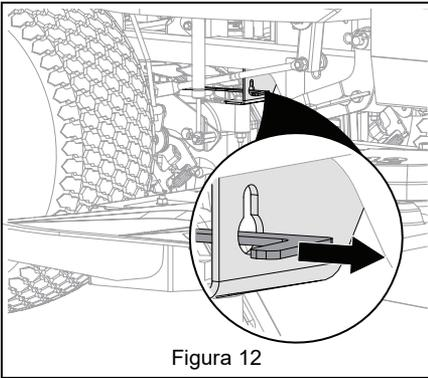

Figura 12
2. Ponga ambas palancas de derivación de los transejes en posición de derivación. Consulte Figura 12.